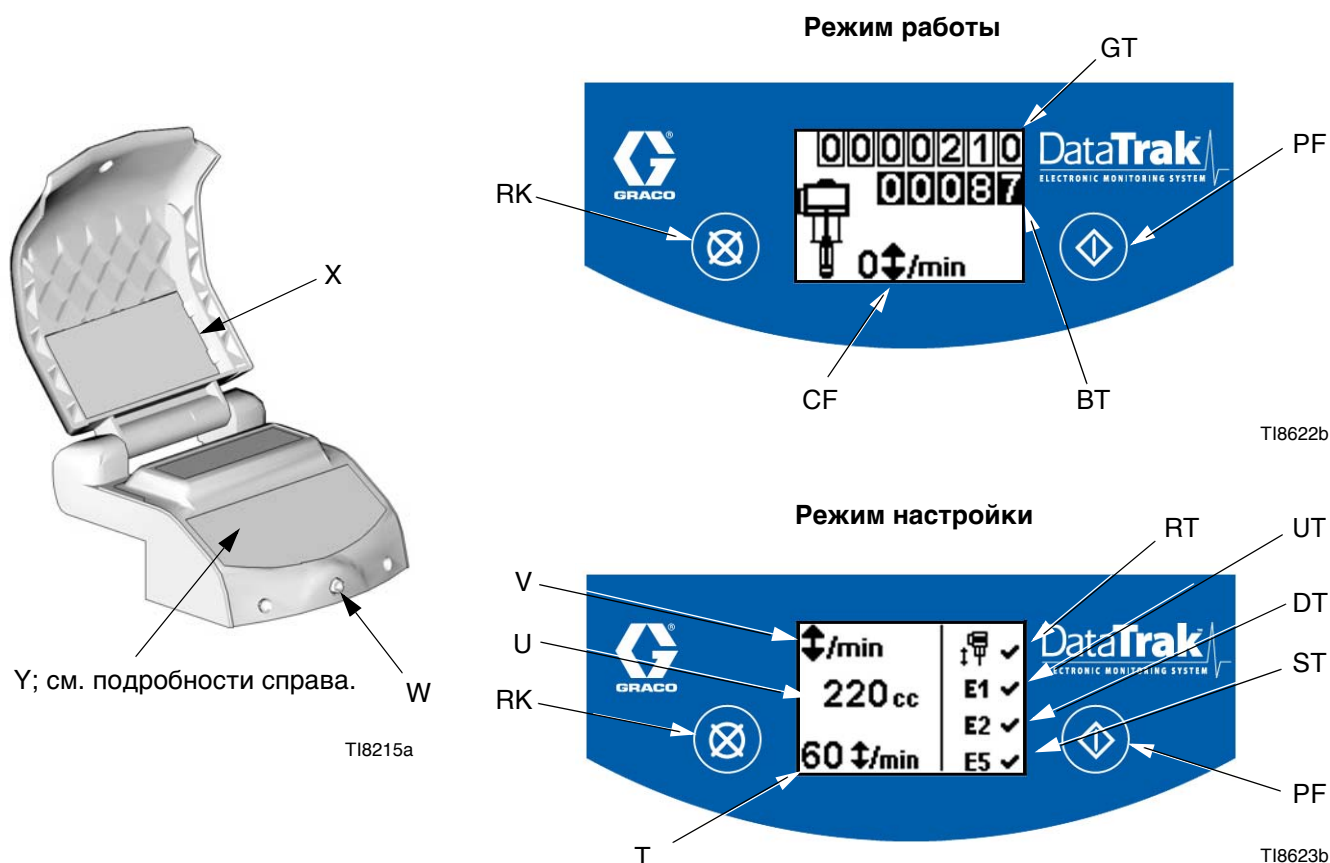

Рис. 3. Органы управления и индикаторы модуля DataTrak
Ключ к Рис. 3
1. См. Рис. 3 Нажмите и удерживайте  в течение 5 секунд, пока не покажется меню Setup (Настройка).
Во время разгона, опции ошибки E1, E2 и E5 разрешены, и на дисплее настройки появится знак. См. Рис. 3.
1. См. Рис. 3 Если разгон насоса происходит, соленоид разгона приводится в действие, останавливая насос. СВЕТОДИОД (W) будет мигать, и дисплей (Y) укажет состояние разгона (см. Таблица 1).
2. Для сброса монитора разгона в исходное состояние, закройте главный воздушный клапан (I). Дождитесь, пока воздух полностью не будет стравлен из пневматического двигателя, прежде чем переходить к шагу 3. Вид дисплея изменится для показа изображения, приведенного ниже.
4. Откройте главный воздушный клапан (B) для перезапуска насоса.
Для блокировки мониторинга разгона перейдите в режим настройки и установите значение разгона равным 0 (нуль) или переключите (RT) в положение Off (Выкл.)  (см. Рис. 3).
1. См. Рис. 3 Для ввода режима заливки/промывки нажмите любую кнопку для включения дисплея, а затем нажмите . На дисплее появится символ заливки/промывки и
См. Рис. 3 Последний разряд счетчика-сумматора партий продукции (BT) представляет десятки галлонов или литров. Для обнуления счетчика-сумматора нажмите любую кнопку для включения дисплея, а затем нажмите и удерживайте  в течение 3 секунд.
См. Рис. 3 Дисплей (Y) переключится через 1 минуту неактивности в Режиме работы или через 3 минуты в режиме Настройки. Нажмите любую кнопку для включения дисплея.
Модуль DataTrak может диагностировать некоторые проблемы с насосом. Если монитор обнаруживает проблему, то светодиод (W, Рис. 3) будет мигать и на дисплее появится диагностический код. См. Таблица 1.